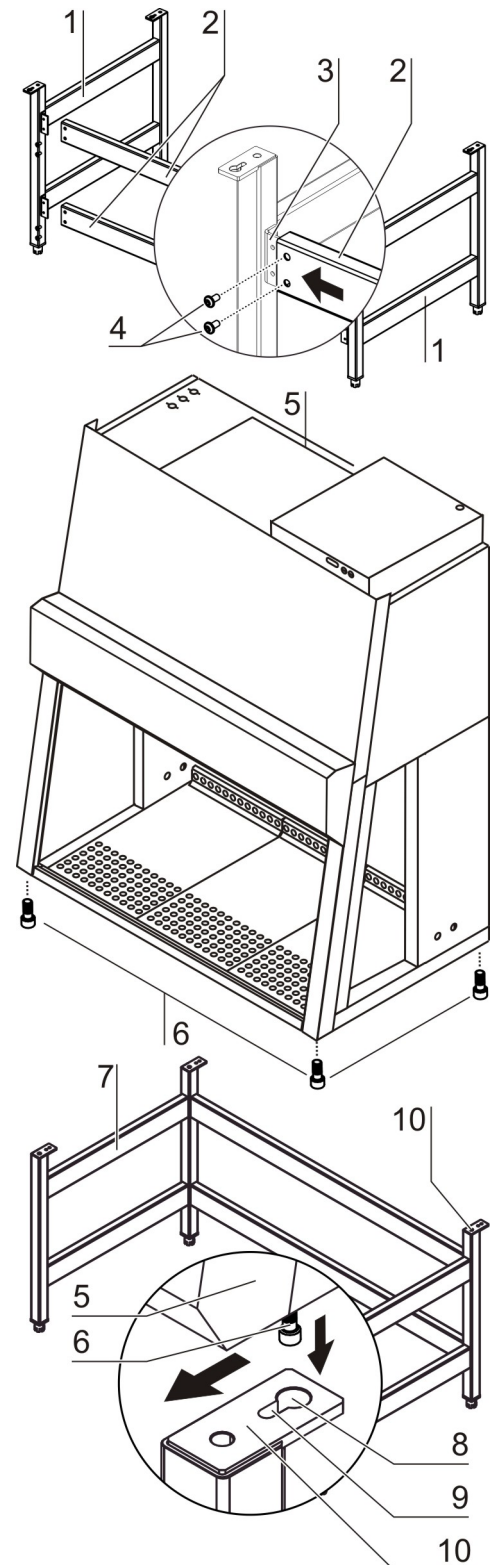

Fig. 10a
1. **Fig. 10a:** Deslizar los dos travesaños [2] sobre el ángulo de sustentación [3] de las piezas laterales [1]. Atornillar los travesaños con los tornillos [4] a ambas piezas laterales.